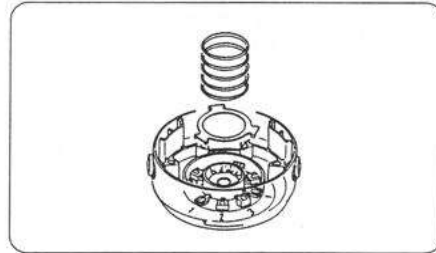

図1
- ①「ナイロンコードの交換」を参考にナイロンコードキャップをはずし、ナイロンコードリールとリールスプリング、ディスクを取り出します。
- ②ナイロンコードボディーの奥に、1、2、3の番号があります。(図1)
※ディスクの標準セットは、ナイロンコードボディーのディスク受けの2番の位置ですので、ディスク2にセットしてください。(図1)